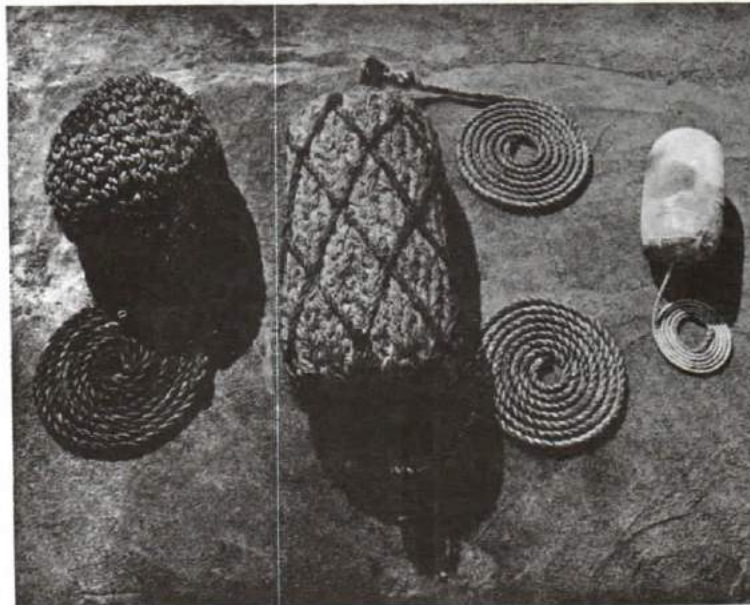

Figure 11-8
2. They come in various shapes, sizes, and materials. Figures 11-8, 11-9, and 11-10 show some of the fenders in use in the sea environment.
2. Les défenses existent en formes, dimensions et matériaux divers. Les figures 11-8, 11-9 et 11-10 montrent quelques défenses employées dans l'élément Mer.